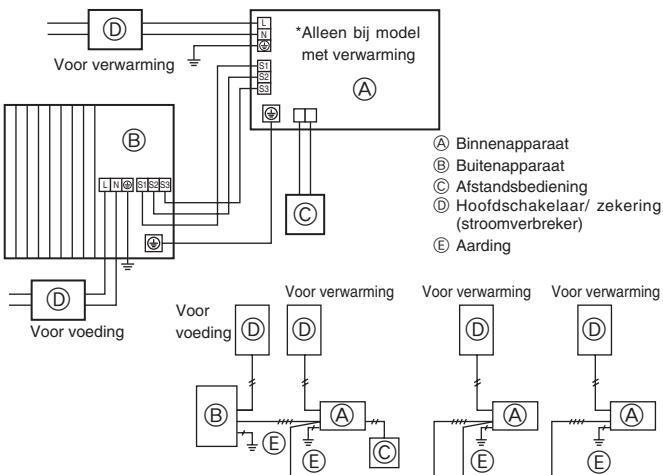
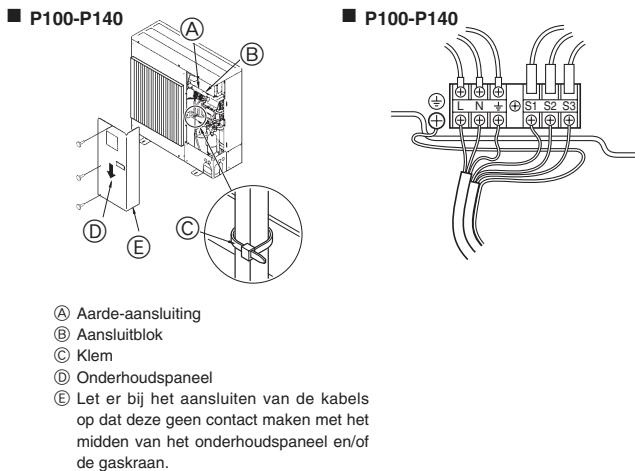

Fig. 6-1
Fig. 6-2
6.1. Buitenaapparaat (Fig. 6-1, Fig. 6-2)
- ① Verwijder het onderhoudspaneel.
- ② Sluit de kabels aan aan de hand van afb. 6-1 en 6-2.